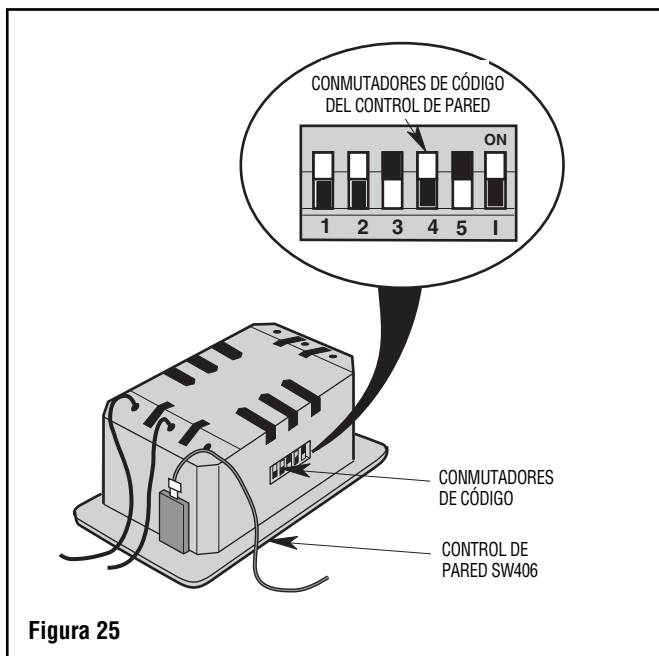

Figura 25
El control de pared tiene conmutadores de código que se deben ajustar en una de las 32 combinaciones posibles de códigos (Figura 25). Las cinco palancas (numeradas 1, 2, 3, 4 y 5) ubicadas en los conmutadores están ajustadas de fábrica en la posición de encendido (ON) (hacia arriba). Cambie los ajustes de los conmutadores de la siguiente manera: